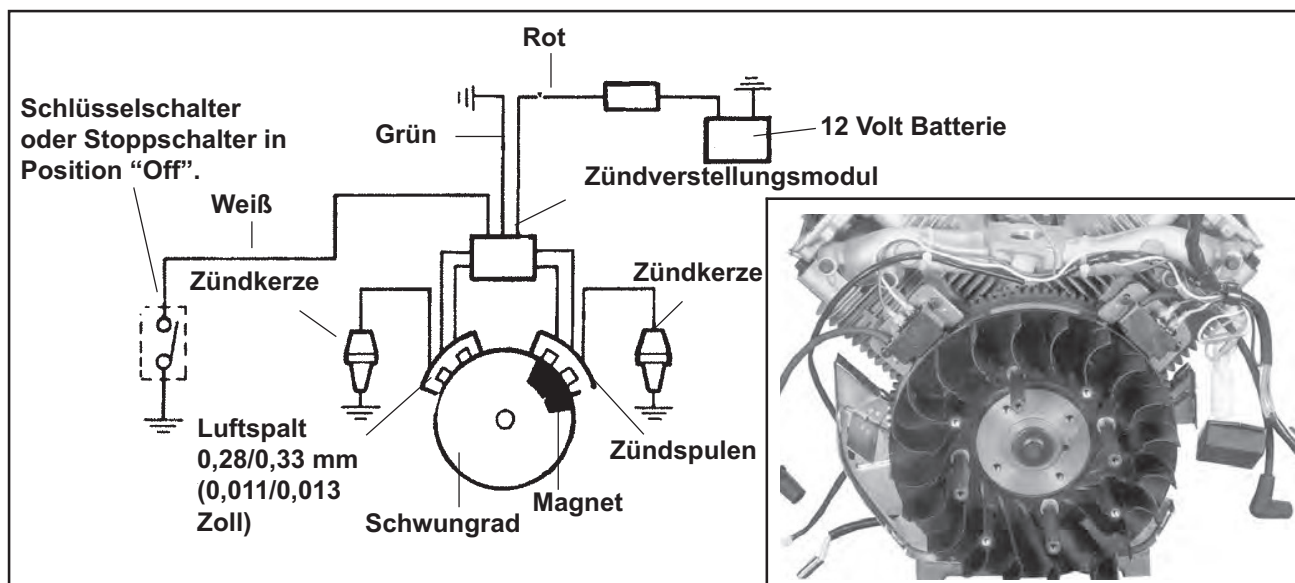

Abbildung 8-6. Zündanlage mit kapazitiver Entladung mit Zündzeitpunktverstellung.
Motoren mit SMART-SPARK_™ nutzen eine CD-Zündanlage mit elektrischer Zündzeitpunktverstellung. Eine typische Anwendung (Abbildung 8-6) besteht aus folgenden Teilen:
- zwei elektronische Zündspulen mit kapazitiver Entladung, die auf dem Kurbelgehäuse des Motors montiert werden (Abbildung 8-6).